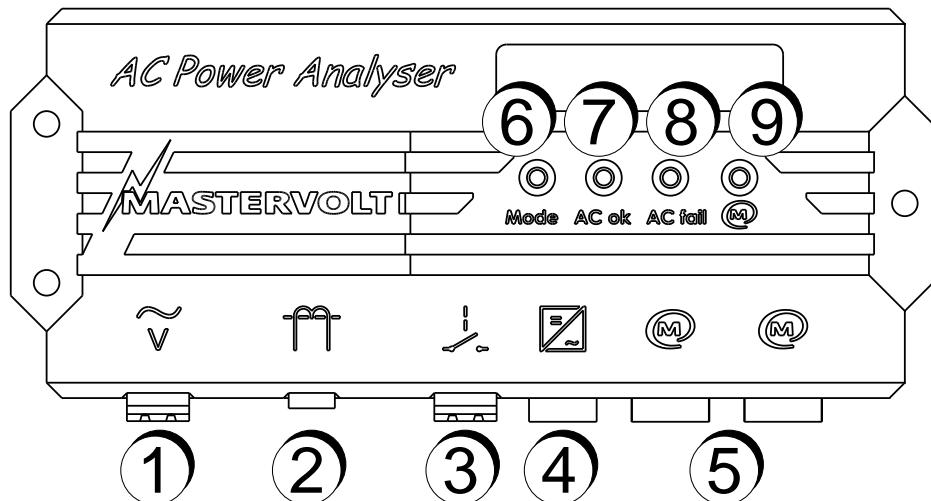

Figura 1: Analizador de energía CA
- La tensión de CA se mide a través del primer conector (véase la Figura 1, punto 1);
- La corriente de CA se mide indirectamente a través de una bobina de corriente (véase la Figura 1, punto 2). El número de devanados primarios (relación) se puede seleccionar en la configuración del MasterBus (consulte la Sección 6.1);
- Es posible controlar un relé de 5A y 250V mediante el contacto exento de potencial (véase el punto 3 en la Figura 1 y 10);
- Un conector RJ12 (Figura 1, punto 4) garantiza la comunicación con el inversor Mass Sine;
- Dos conectores MasterBus (Figura 1, punto 5) garantizan la comunicación con otros dispositivos MasterBus, por ejemplo, las pantallas de monitorización.